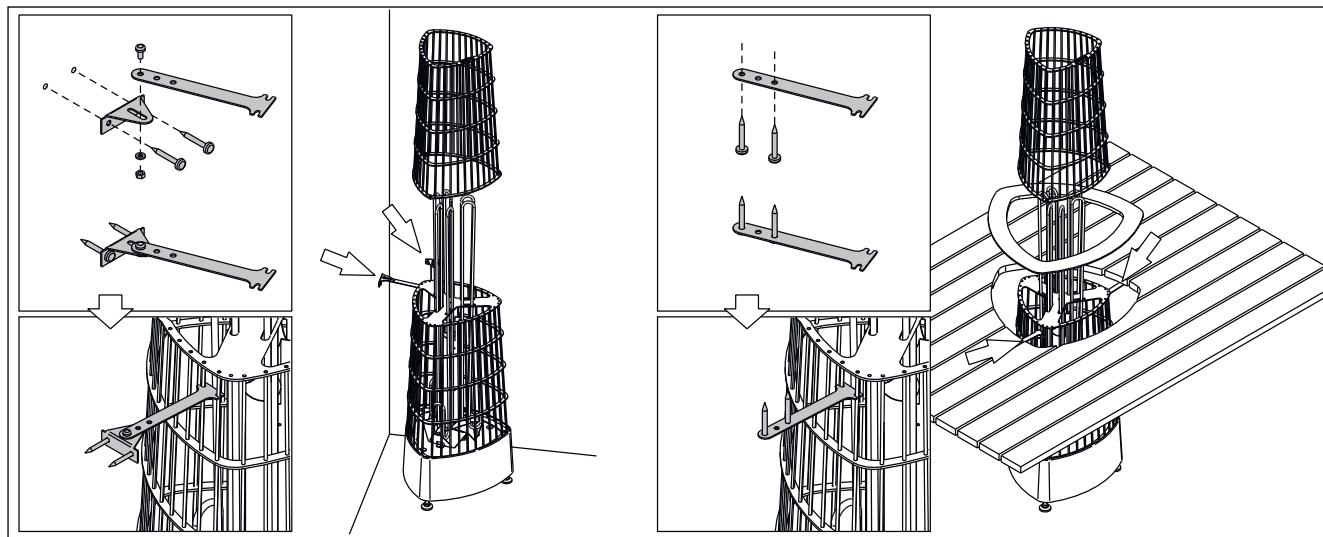

Рисунок 11. Установка нагревателя с помощью крепежных наборов
**Рисунок 11а. Электромонтаж пульта управления
**Рисунок 11б. Электромонтаж пульта управления
3. Чтобы прикрепить нагреватель к каркасу сауны, используйте крепежные наборы (2 шт.). На рис. 11 приведены примеры использования крепежных наборов. **Внимание! Крепление нагревателя с верхней части стального каркаса может затруднить складывание камней и техническое обслуживание.**